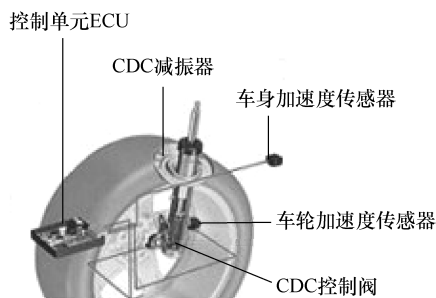

图 1-37 CDC 的组成
(1) 定义 CDC (Continuous Damping Control) 是连续减振控制系统,在别克车系中称为全时主动式液力减振稳定系统,新君越轿车配备该系统。
(2) 组成与工作原理 如图 1-37 所示, CDC 主要由控制单元 ECU、CDC 减振器、车身加速度传感器、车轮加速度传感器、CDC 控制阀以及线束等组成。